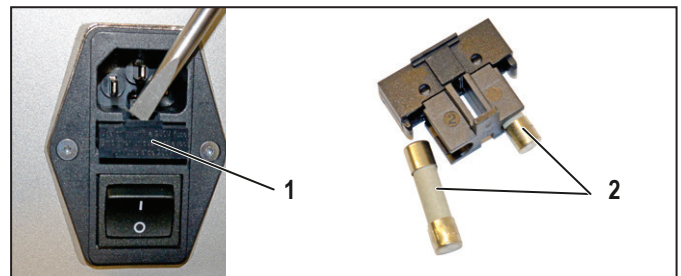

Figura 8.3 Fusibles
- ▶ Saque el portafusibles (Figura 8.3, 1) de la unidad de filtro de red con un destornillador para tornillos de cabeza ranurada.
- ▶ Sustituya los dos fusibles (Figura 8.3, 2) por fusibles nuevos (2 x T2AH250V).